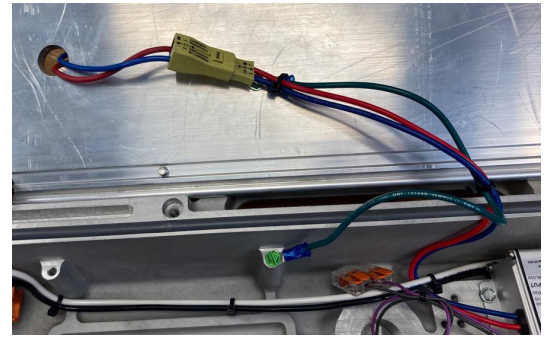

Figura 3. Tendido del cable del motor de luz LED DLLA2
5. Ubique y quite el precinto que se utiliza para asegurar el cableado de entrada del motor de luz LED (consulte la Figura 3). Tenga cuidado al quitar el precinto para que no se dañen los cables.